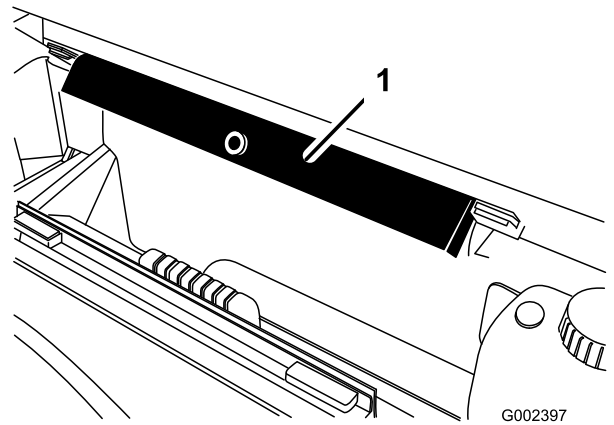

Figura 14
- 9. Staccate il supporto del pianale dalle staffe su cui è riposto, sulla parte posteriore del pannello del sistema ROPS (Figura 14).